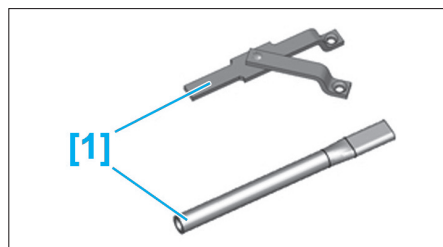

Fig. 1
- [1]. Outil d'immobilisation de moyeu (réf : 6310-T) (Fig.1).